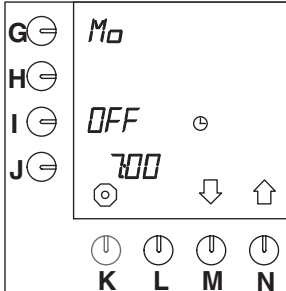

Abb. 32 Vorheizen des Behälters
- Im Display erscheint "AuS" in der Position neben der Programmier Taste (I.) (Abb.32).